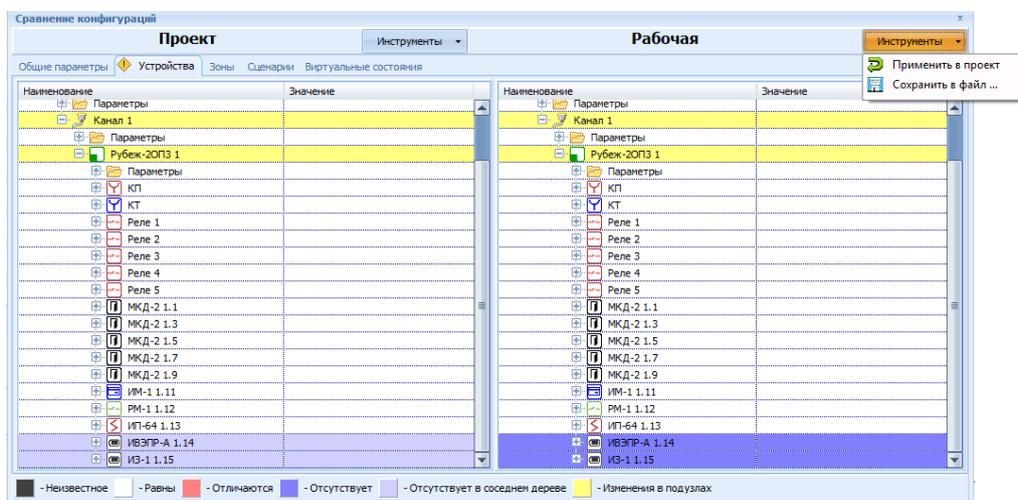

Рис. 3 Окно **Сравнение конфигураций**
- **Считать конфигурацию из устройства** - пункт меню, позволяющий считать конфигурацию из выбранного устройства. При чтении конфигурации открывается диалоговое окно **Сравнение конфигураций**, в котором цветом выделены несовпадения между проектной конфигурацией и конфигурацией на сервере. При этом несовпадения выделены цветом в соответствии с представленной индикацией. С помощью кнопки **Инструменты** можно передать текущую конфигурацию на сервер. В этом окне также можно сохранить конфигурацию в файл (Рис. 3)